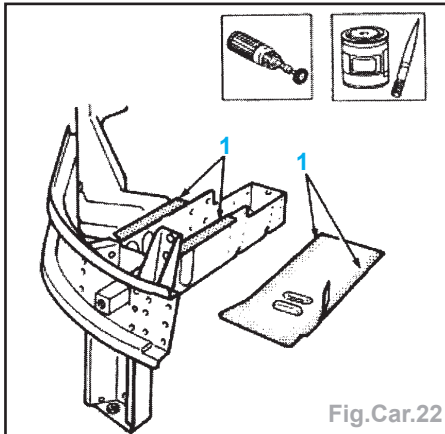

Fig.Car.22
- Nettoyer la zone (1) de soudures et appliquer un apprêt électro-soudable (Fig.Car.22).